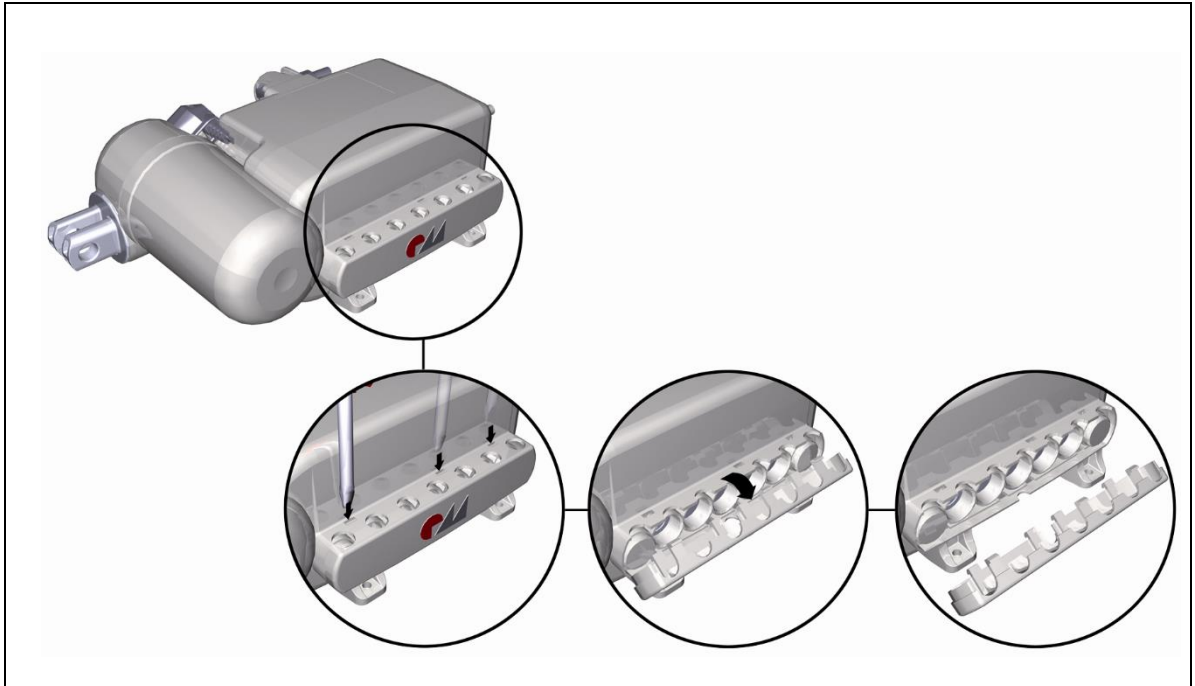

Abbildung 16 Öffnen der Auszugssicherung an der Steuerung MCL II
- 2 Drücken Sie mit einem geeigneten Werkzeug die drei Rastnasen in den Aussparungen herunter, wie in Abbildung 16 gezeigt. Kippen Sie gleichzeitig die Auszugssicherung nach vorne, so dass sich die Rastnasen aus den Aussparungen lösen.
- 2 Drücken Sie mit einem geeigneten Werkzeug die drei Rastnasen in den Aussparungen her-unter, wie in Abbildung 16 gezeigt. Kippen Sie gleichzeitig die Auszugssicherung nach vorne, so dass sich die Rastnasen aus den Aussparungen lösen.
- 2 Öffnen und entfernen Sie die Auszugssicherung (siehe Abbildung 16).